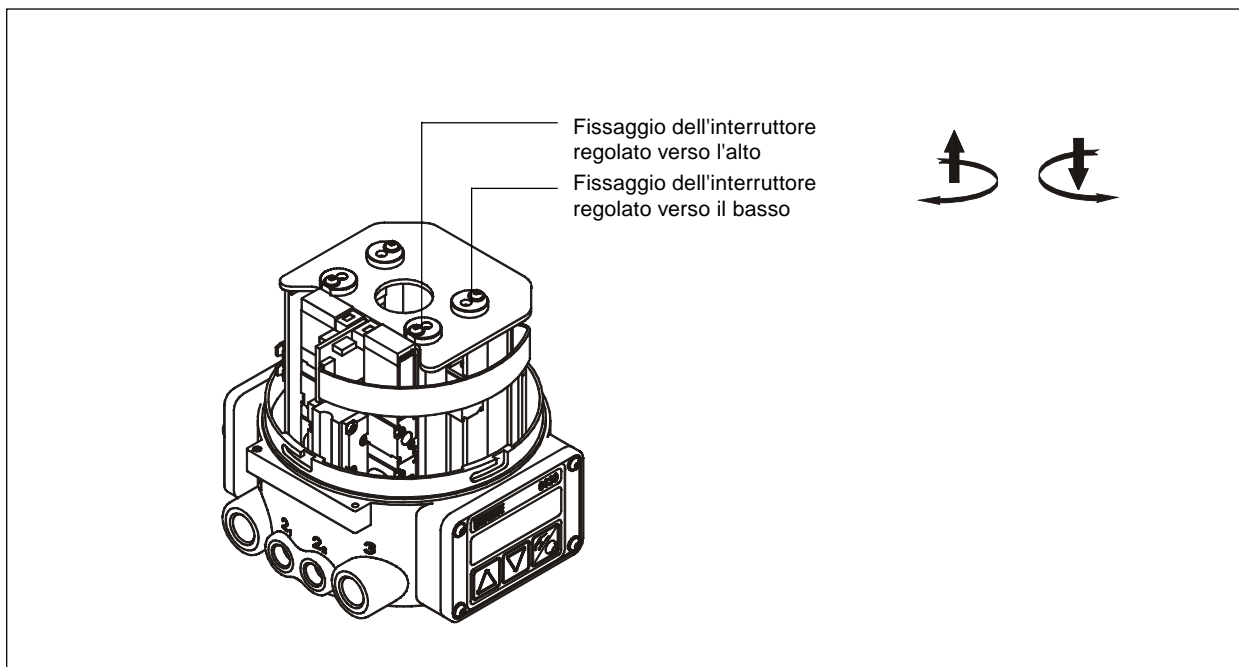

Fig. 5.4: Regolazione dell'interruttore induttivo di prossimità con le apposite viti
- Ô Montare ogni interruttore induttivo di prossimità in alto sopra le viti di fissaggio. (Fig. 5.4):